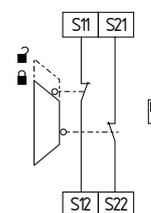

Fig. 11
**Circuito de monitorización de un resguardo de seguridad de dos canales con dispositivo de seguridad con enclavamiento según ISO 14119 (véase fig. 11)**